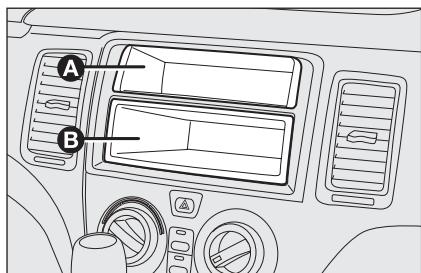

fig. 2
- con vano porta oggetti fisso A-fig. 2 e vano (DIN) estraibile B-fig. 2 per installazione autoradio;